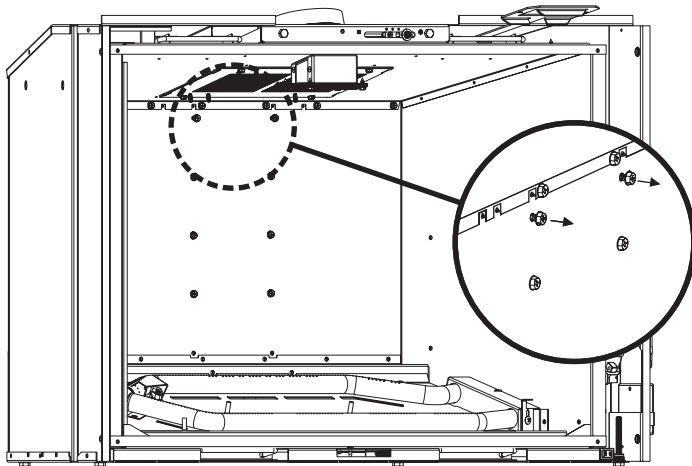

Figure 1
2. Desserrer les vis montrées à la **Figure 1**.